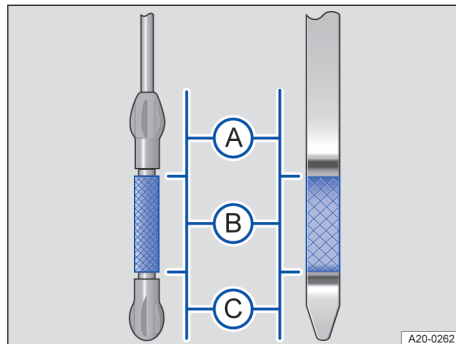
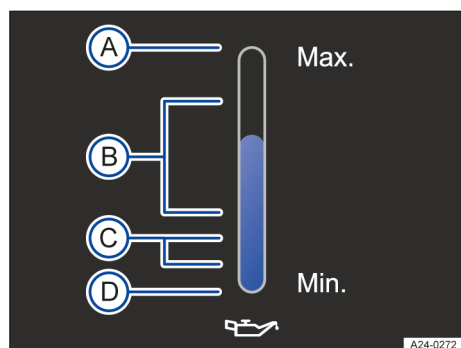

Fig. 2 Varetas do óleo com marcas de nível do óleo (representação esquemática).
Fig. 3 No sistema Infotainment: indicador do nível do óleo do motor (representação esquemática).
3. Retirar novamente a vareta do óleo e ler o nível do óleo do motor na vareta, como se segue → Fig. 2:
4. Verificar de novo o nível do óleo do motor na vareta ou no indicador digital do nível do óleo do motor, antes de reabastecer uma pequena quantidade de óleo. No final do reabastecimento, o nível do óleo do motor deve situar-se ao centro da zona → Fig. 2 ou → Fig. 3 (B).
5. Se acidentalmente for reabastecido óleo do motor em excesso e se, depois disso, o nível do óleo do motor estiver acima da zona → Fig. 2 ou → Fig. 3 (A), não estabelecer a ordem de marcha → (1). Contactar um serviço de assistência técnica.
Se acidentalmente for reabastecido óleo do motor em excesso e se, depois disso, o nível do óleo do motor estiver acima da zona → Fig. 2 ou → Fig. 3 (A), não ligar o motor → (1). Contactar um serviço de assistência técnica.